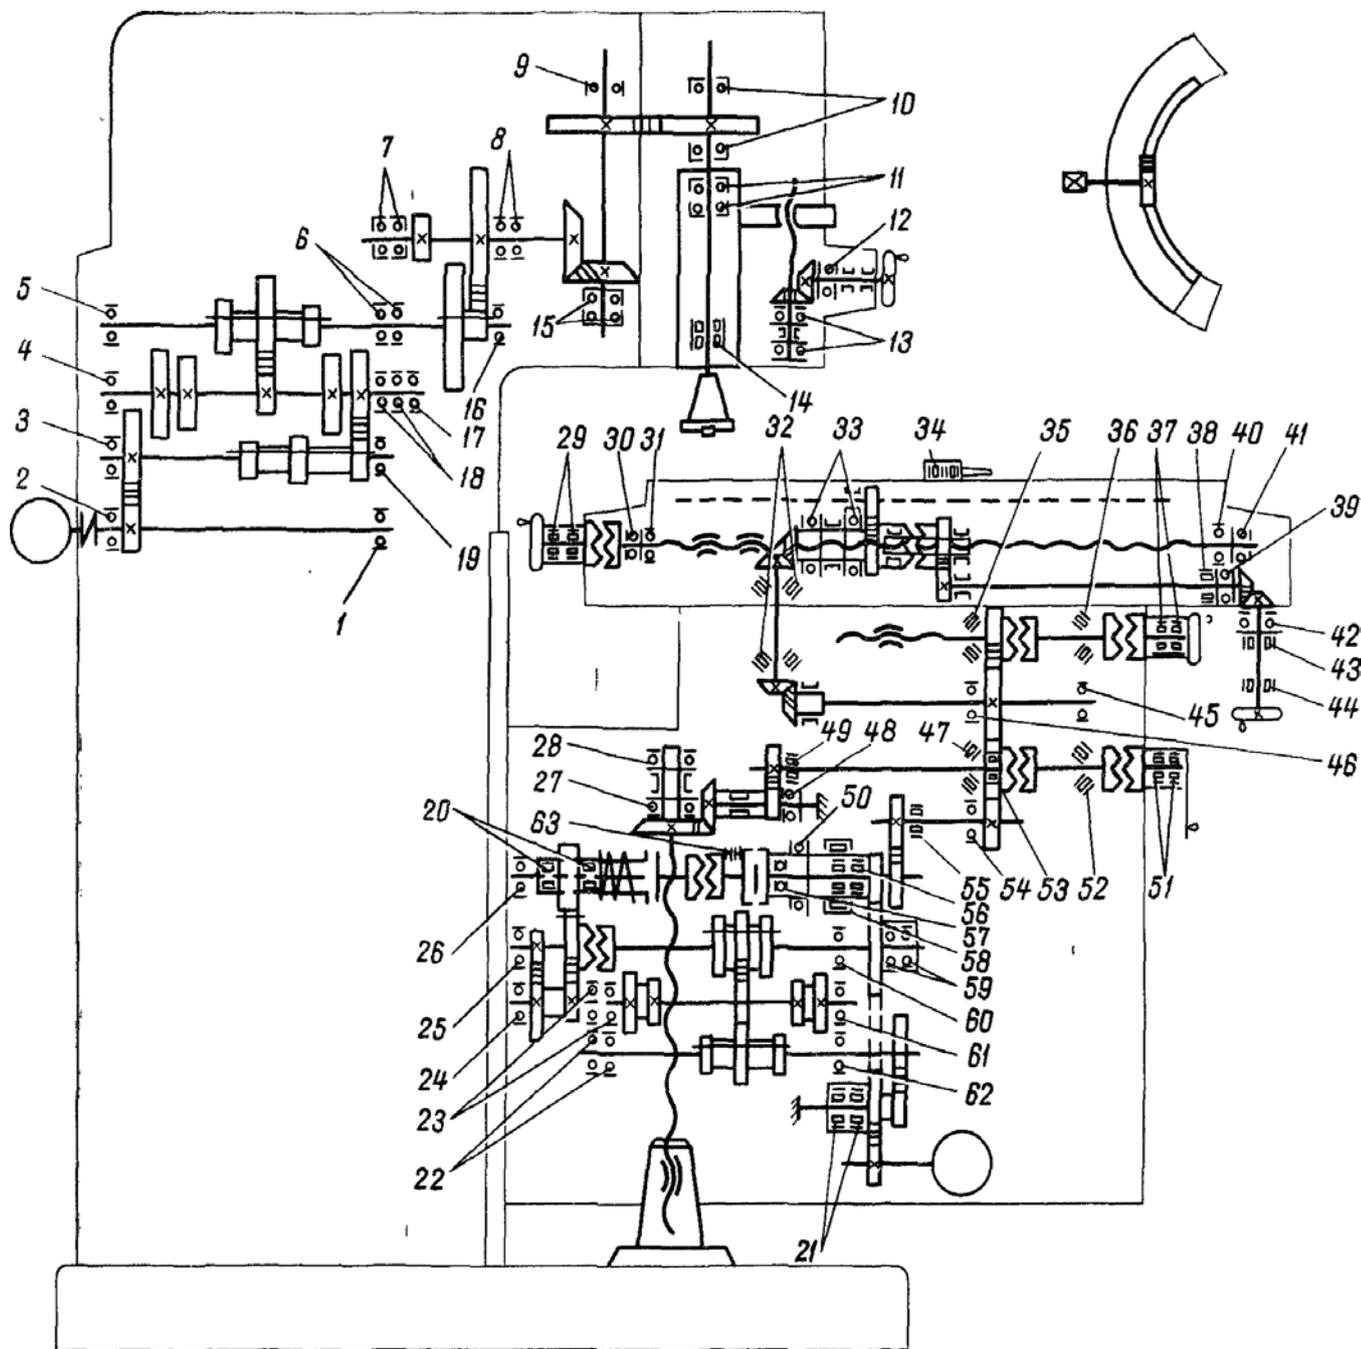

Рис. 40
12.1. Схема расположения подшипников см. рис. 40.